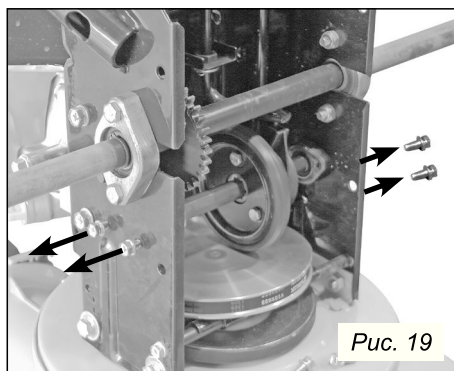

Рис. 19
- Открутите 4 винта, крепящих вал (рис. 19).